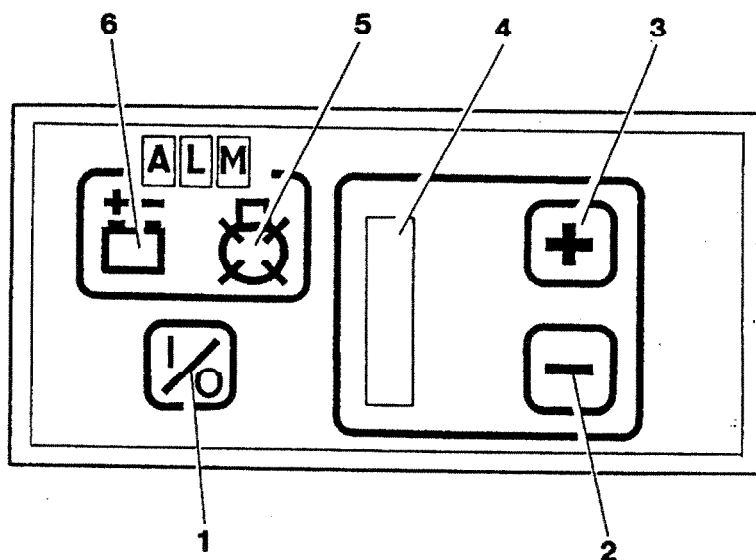
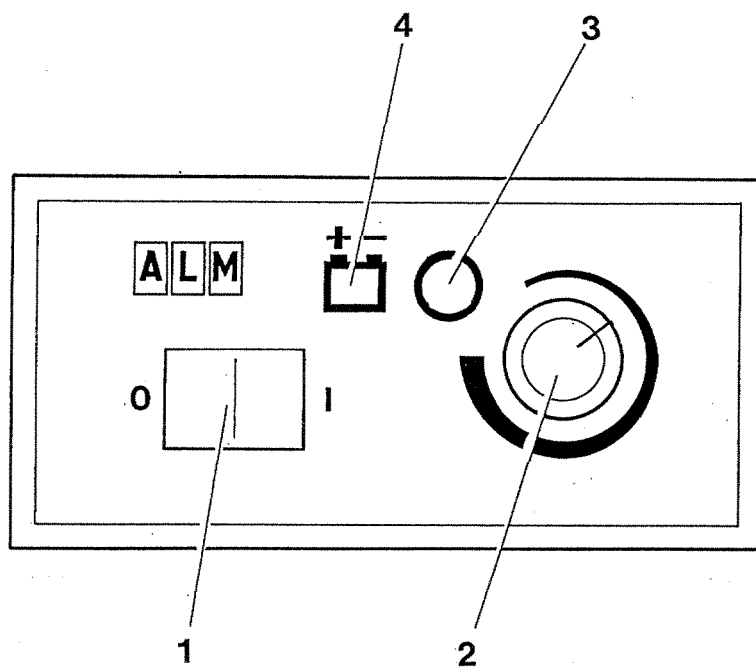

Fig. 1
Fig. 2
Gradateur GRA 0003* (Fig.1)
I.2.2 Mise sous tension du gradateur GRA 0003* (Fig.1)
- Actionner l'interrupteur (1) du gradateur
- Le bargraph (4) s'allume à la moitié de sa valeur
- Régler l'intensité à l'aide des touches (2) ou (3) du gradateur.
Graduador GRA 0003* (Fig. 1)
I.2.2 Puesta bajo tensión del graduador GRA 0003* (Fig. 1)
- Accione el interruptor (1) del graduador
- El bargraph (4) se enciende hasta la mitad de su valor
- Ajuste la intensidad pulsando las teclas (2) o (3) del graduador.
- En cas de rupture d'au moins une des lampes, le témoin jaune de défaut lampe (Fig.1, Rep.5) s'allume et clignote.
- Appuyer sur l'interrupteur (1) du gradateur (Fig.1)
- Le bargraph du gradateur s'éteint (Fig.1, Rep.4)
I.3.1 Description des commandes de l'ensemble standard gradateur GRA 0011* (Fig. 2)
I.3.2 Mise sous tension de l'ensemble gradateur standard GRA 0011* (Fig.2)
- Mettre en position Marche (I) l'interrupteur (1) du gradateur
- Le témoin de mise sous tension (3) s'allume
- Régler l'intensité à l'aide du bouton gradateur (2).
- En caso de romperse por lo menos una de las bombillas, el indicador amarillo de defecto de bombilla (Fig. 1, N° 5) se enciende y parpadea.
- Pulse el interruptor (1) del graduador (Fig. 1)
- El bargraph del graduador se apaga (Fig. 1, N° 4)
I.3.1 Descripción de los mandos del conjunto graduador estándar GRA 0011 * (Fig. 2)
I.3.2 Puesta bajo tensión del conjunto graduador estándar GRA 0011 (Fig. 2)
- Ponga el interruptor del graduador (1) en la posición CONEXION (I)
- El testigo de puesta bajo tensión (3) se enciende
- Ajuste la intensidad mediante el botón graduador (2)